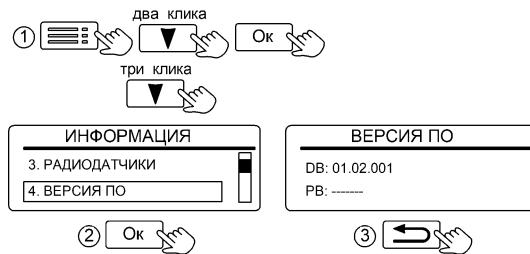

Рисунок 33. Вид вкладки «ВЕРСИЯ ПО»
11.3.4 Окно «4.ВЕРСИЯ ПО» отображает информацию об установленной версии программного обеспечения (рис. 33).